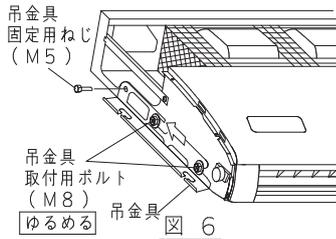

図 6
- 後部にある吊金具固定用ねじ(M5)を外し、吊金具を後方(矢印方向)へ引っ張って取り外す。(図6参照)
右側面の梱送用ステー(補強板)を取り外し、ねじは本体の元の位置にもどしてください。(図6参照)
化粧側板(右)のスリット穴を切断し、配管接続を行ってください。(図6参照)